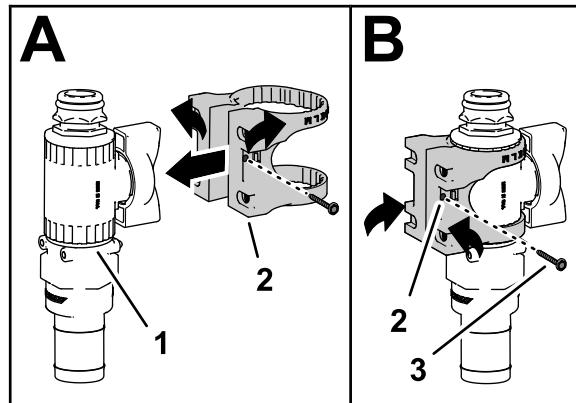

图 37
6. 如 图 37 中的 A 所示将阀安装座装到直通控制阀上。
7. 用凸缘头螺丝 6 号将阀安装座固定至控制阀然后用手拧紧螺丝 图 37 中的 B。